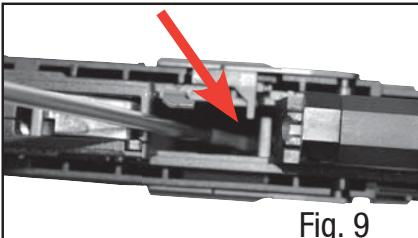

Fig. 9
- Le ressort de l'arrêtoir de chargeur se trouve dans le logement du chargeur (fig. 9).